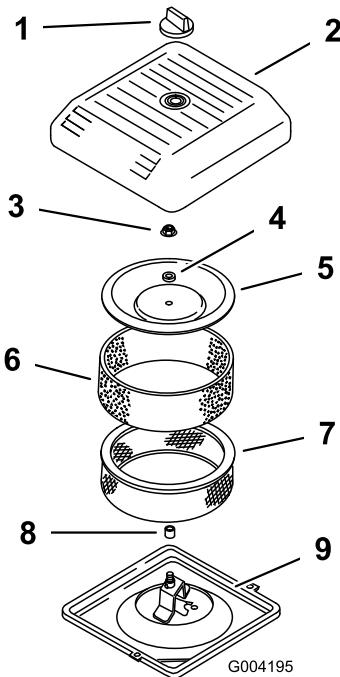

Figura 17
2. Desaperte o botão e retire a cobertura do filtro de ar (Figura 17).
3. Faça deslizar cuidadosamente o filtro prévio de esponja do elemento de papel (Figura 17).
4. Desaperte a porca da cobertura e retire a cobertura, o espaçador e o filtro de papel (Figura 17).
2. Coloque a estrutura do filtro do ar na base do filtro de ar (Figura 17).
- Coloque a cobertura, o espaçador e aperte com a porca da cobertura (Figura 17). Aperte as porcas a 11 Nm.
- Coloque a cobertura do filtro de ar e fixe-a com o botão (Figura 17).